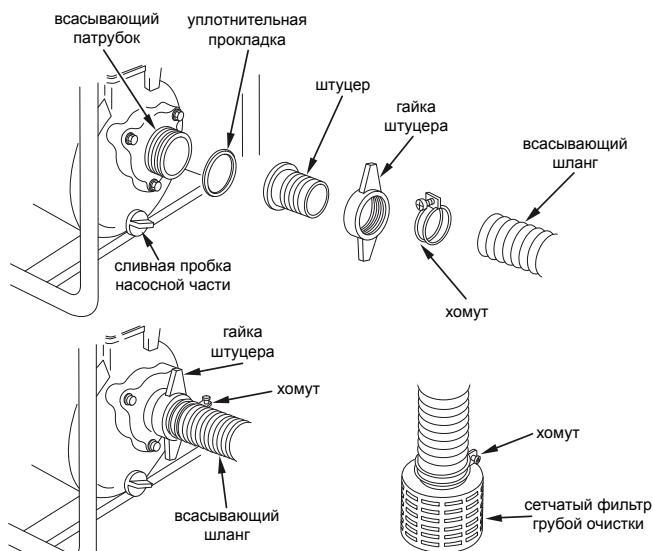

Рис. 6
8.5.1. Закрепить гайками на всасывающей и напорной патрубке насоса штуцеры. Предварительно установить уплотнительные резиновые прокладки между штуцерами и патрубками (см. рис. 6);
8.6.4. Во избежание повреждения насосной части насоса вследствие коррозии или расширения воды при случайном замерзании, необходимо после эксплуатации и перед длительным хранением слить из нее воду, открыв сливную пробку (см. рис. 6).